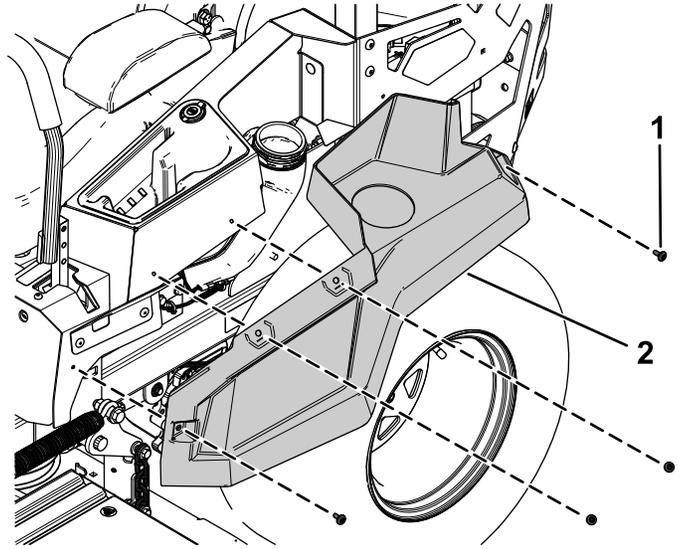

Bild 4
2. Entfernen Sie die vier Ansatzschrauben, mit denen die linke Seitenverkleidung befestigt ist, und nehmen Sie die linke Seitenverkleidung ab (Bild 4).